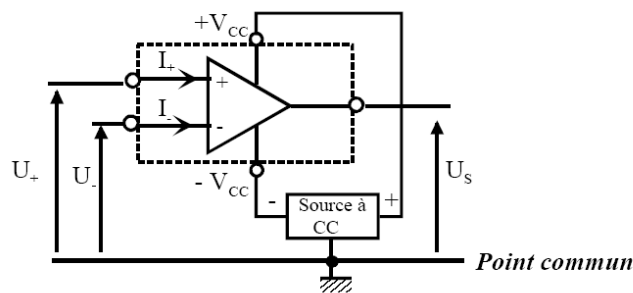

Figure.1 : Amplificateur opérationnel.
Un amplificateur opérationnel (AO) comporte (Figure. 1):